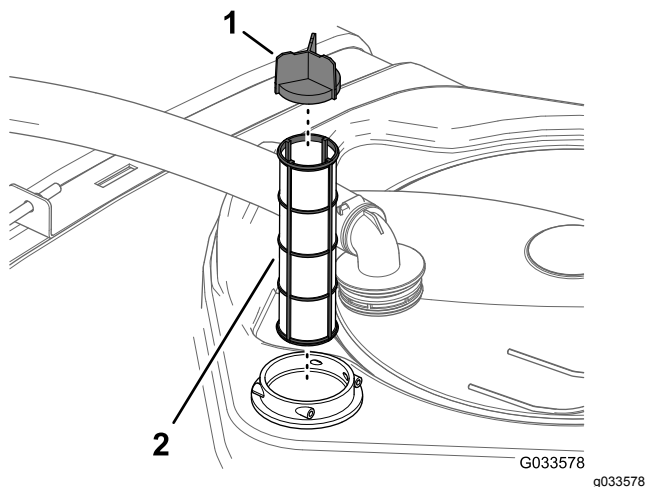

Figure 22
4. Sortez la crépine d'aspiration du logement du filtre dans le réservoir (Figure 22).